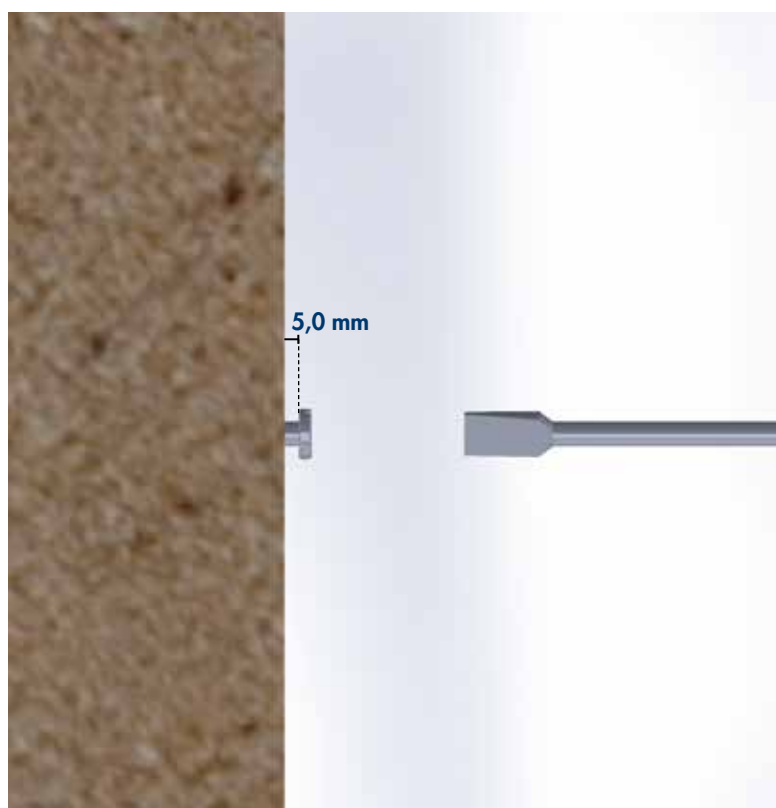

FIG. 06
3. Utilize furadeira e broca para aplicação da bucha de 5,0 mm na parede. Monte a bucha e o parafuso, mas não faça o aperto completo do parafuso. Mantenha um afastamento de cerca de 5,0 mm da parede (Fig. 06).